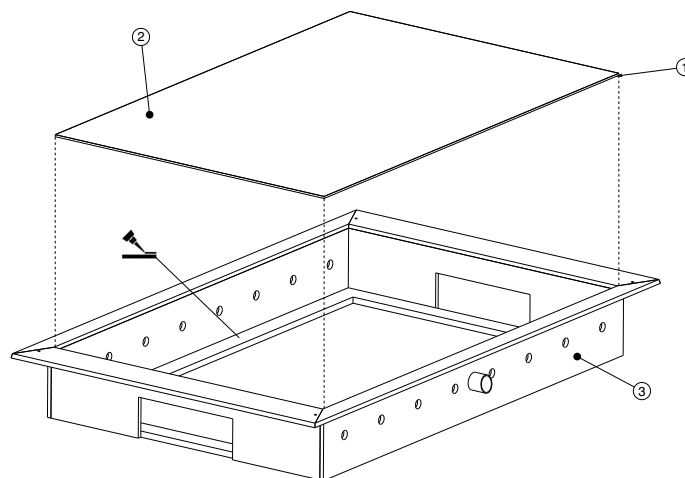
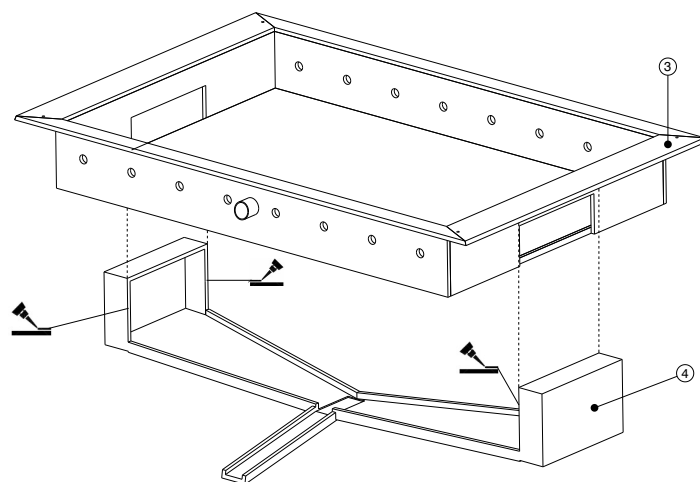
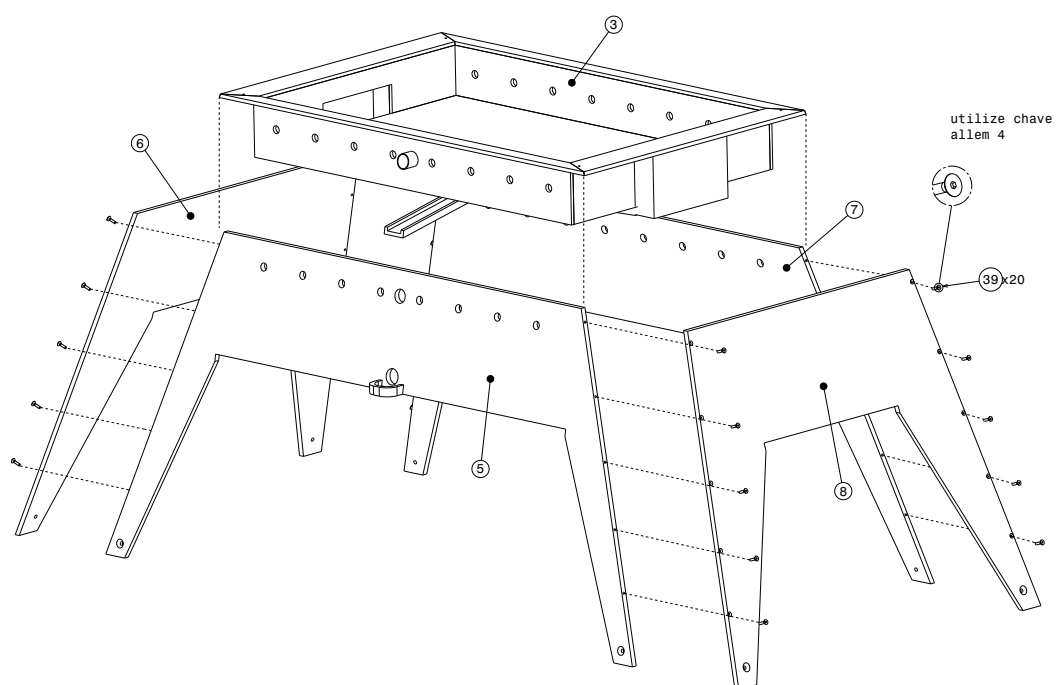

Figura 1 – Passo 1
Figura 2 – Passo 2
Figura 3 – Passo 3
No início da montagem, utiliza-se o tablado superior (3) como base para o encaixe dos componentes estruturais, figura 1. A partir dele, deve-se encaixar o tablado do campo (1), que é o campo de jogo, com o adesivo (2). Logo após, as rampas guias para a bola (4), que serve como suporte para o retorno da bola após o gol, deve ser acoplado com o mesmo adesivo plástico, figura 2. Feito isto, agora finaliza-se a base da mesa parafusando o tablado frontal (5), tablado esquerdo (6), tablado traseiro (7) e tablado direito (8) na base já estruturada da mesa, utilizando 10 parafusos Allen cabeça chata M6X25 (39) em cada lateral, totalizando 20 parafusos, figura 3. Após isso, a base completa da mesa está montada, necessitando agora acoplar o restante dos componentes estruturais adicionais.